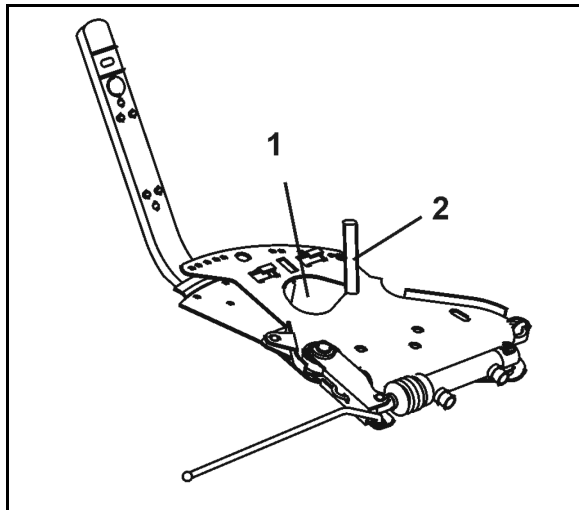

Fig. 95
2. Åpne doseringsspjeldet ved hjelp av stillespaken (Fig. 95/1).
4. Drei stillespaken på skalaen (Fig. 95/3) helt til anslaget mot bolten.
5. Fest stillespaken med vrihåndtaket (Fig. 95/2).
6. Løsne sekskantskruen (Fig. 95/6). Sett viseren (Fig. 95/5) på skalaverdien "**8**" og skru den fast med sekskantskruen. Viserens avlesekanter er (Fig. 95/4).